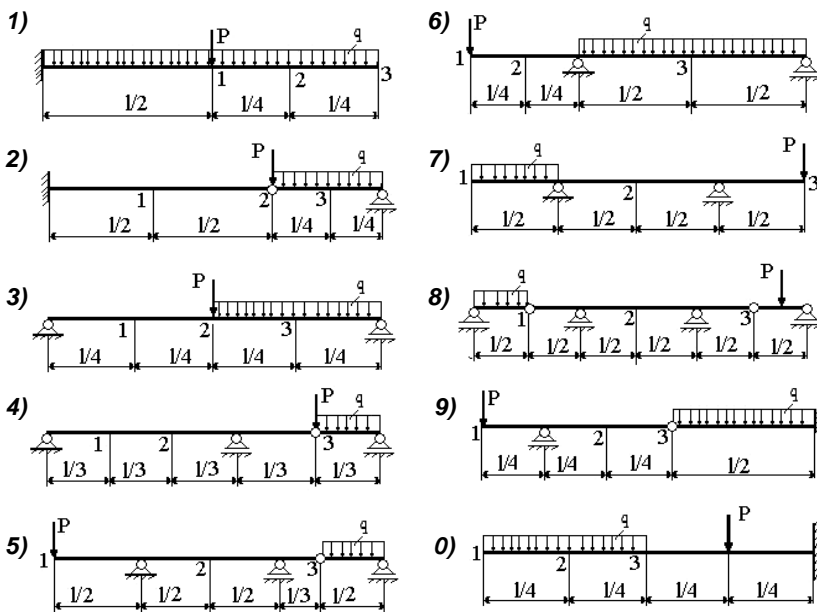

Рис. 3
Задание. Для балки (рис. 3) и рамы (рис. 4) (номер рисунка выбирается в соответствии с цифрами шифра зачетной книжки), размерами и нагрузкой, указанными в табл. 4, требуется определить линейное (для балки – прогиб, для рамы – горизонтальное) и угловое перемещение заданного сечения.
по рис. 3(1)	по рис. 3(2)